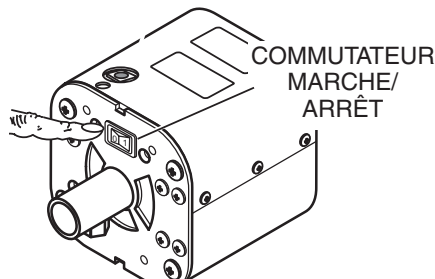

Figure 16. Interrupteur Marche/Arrêt
1. Avant de mettre sous tension, s'assurer que le commutateur d'alimentation **Marche/Arrêt** (Figure 16) soit à la position d'arrêt OFF.
4. Allumer le commutateur d'alimentation **Marche/Arrêt** (Figure 16). Le ballon commencera à se gonfler et la lampe s'allumera.